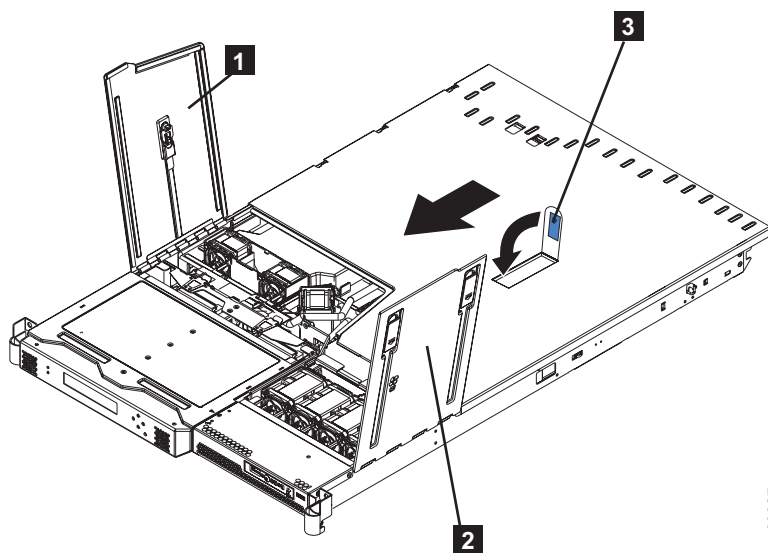

図 240. アクセス・ドアが開いた状態の SAN ボリューム・コントローラー 2145-8F2
3. 障害を起こしたファンがあるファン・ドアを開きます。図 240 に示すように、ファン 1、2、および 3 はファン・ドア A **1** の下にあります。ファン 4 から 7 はファン・ドア B **2** の下にあります。